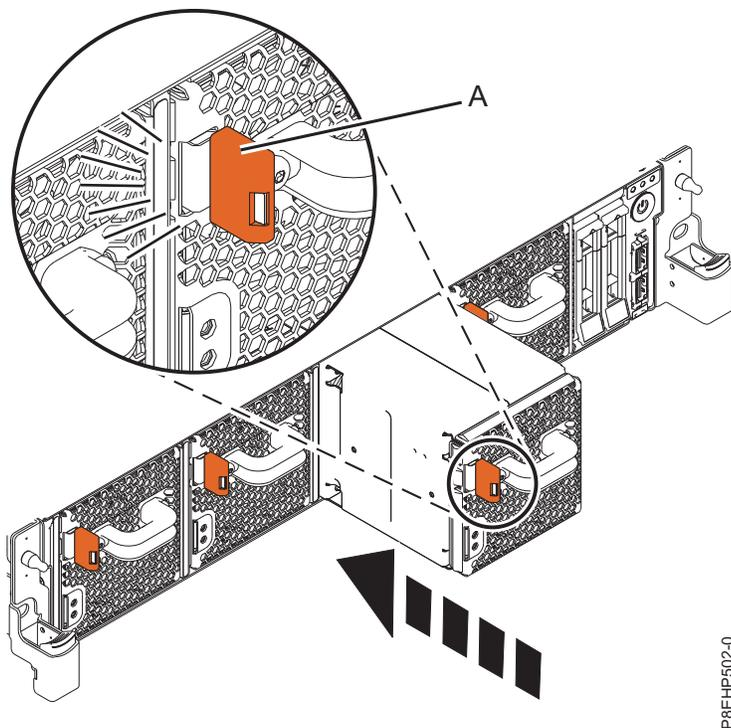

Figura 12. Substituindo um ventilador no sistema
2. Usando sua mão para segurar a parte inferior do ventilador, alinhe-o (A) com o slot do ventilador e arraste-o no sistema até que a guia de terracota (A) trave no lugar, conforme mostrado em Figura 12 na página 20.